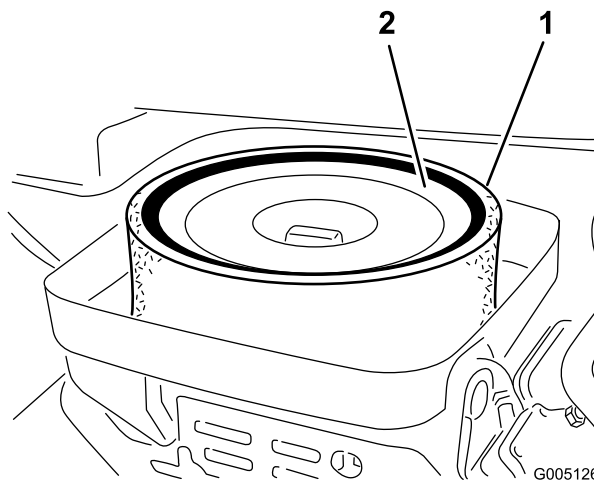

Figura 43
3. Si el elemento de gomaespuma está sucio, sepárelo del filtro de papel (Figura 43). Límpielo a fondo, de la manera siguiente: